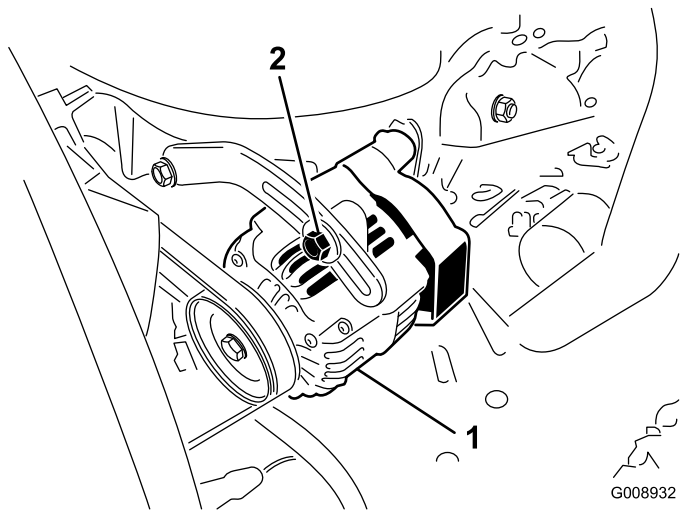

Figura 73
Controllate lo stato e la tensione delle cinghie (Figura 73) ogni 100 ore di servizio.
2. Se l'inflessione non è di 10 mm, allentate i bulloni di fissaggio dell'alternatore (Figura 73). Aumentate o riducete la tensione della cinghia dell'alternatore e serrate i bulloni. Controllate di nuovo l'inflessione della cinghia per accertare che sia esatta.